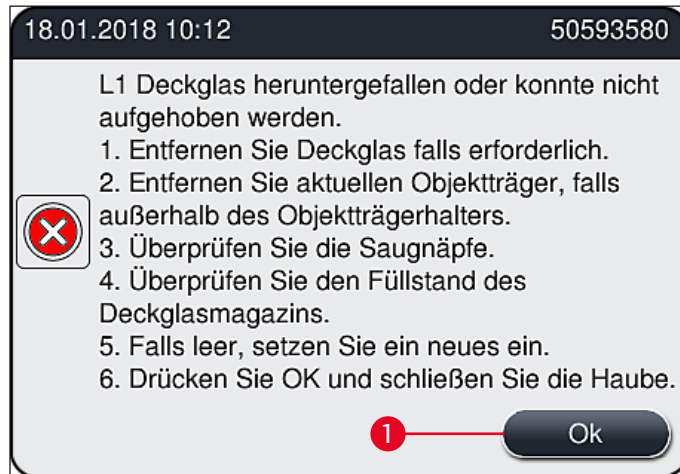

Abb. 110
Verliert das **Pick&Place-Modul** beim Transport zum Objektträger ein Deckglas oder kann das **Pick&Place-Modul** nach 3 Versuchen kein Deckglas aus dem Deckglasmagazin entnehmen, wird der Benutzer durch eine Fehlermeldung darüber informiert (→ Abb. 110).
- ① Wird diese Meldung (→ Abb. 110) angezeigt, ist vom Benutzer zunächst zu prüfen, ob ein Deckglas auf dem Transport zum Objektträger verloren wurde oder ob das **Pick&Place-Modul** kein Deckglas aus dem Deckglasmagazin aufnehmen konnte.